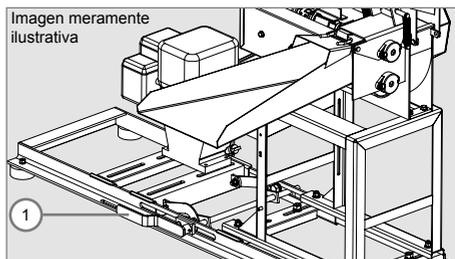

Figura 7
- ✓ En la posición de alivio, encienda el motor y, una vez que el motor eléctrico o a gasolina alcance su rotación máxima, empuje la palanca (1) del tensor de correa en el sentido indicado en la Figura 7.